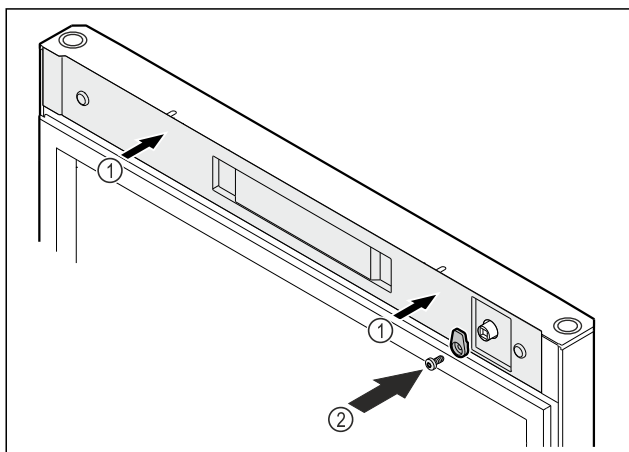

Fig. 54
- ▶ Установите крышку Fig. 54 (1).
- ▶ Привинтите запорный крючок Fig. 54 (2).